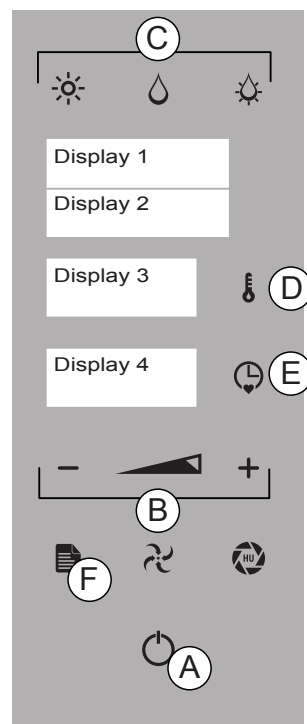

Fig.1
8. Para sair da função, premir a tecla "MENU" (Fig 1/F).
Ao atingir a temperatura inferior configurada, a mensagem "FIM" pisca (Fig. 1 Display 4).
Ao atingir a temperatura superior, a mensagem "FIM" pisca (Fig. 1 Display 4) e é exibida a mensagem "MANUTENÇÃO".
O forno conserva a temperatura mais baixa configurada (Fig. 1 Display 2).
Para sair da função e voltar ao menu principal, premir a tecla "MENU" (Fig 1/F).
Premir a tecla “ENTER” para ativar o menu principal (Fig 1/A). Premir a tecla “MENU” (Fig 1/H). Com as teclas “MENOS” e “MAIS” (Fig 1/B), seleccionar a função “RECEITAS” e premir a tecla “ENTER” para confirmar.